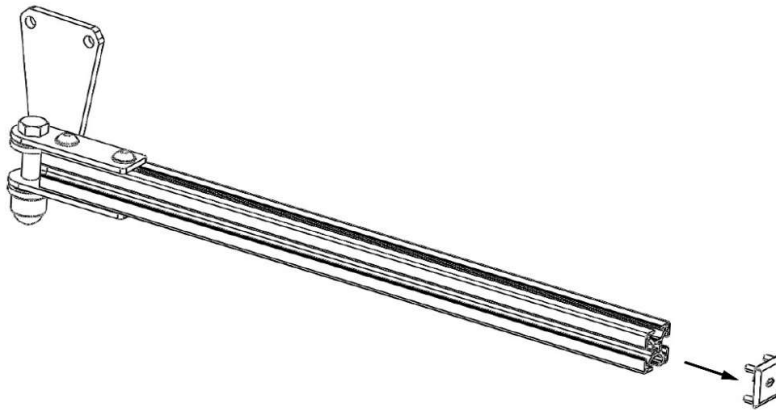

Figura 6
3. Retire la cubierta de plástico del brazo Add-On (**figura 6**). Utilice una herramienta de plástico para proteger el aluminio.